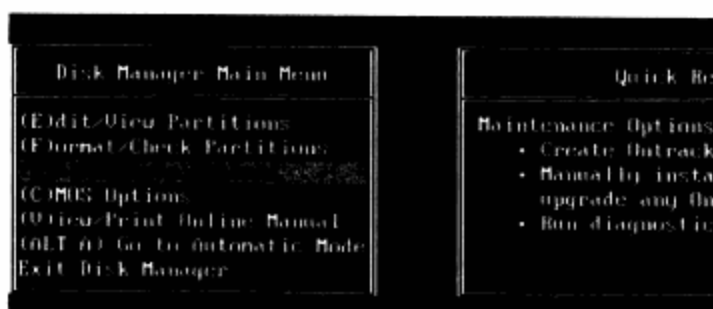

图4-70 DM主界面
**步骤 01** 电脑启动后在提示符“A:>”的后面输入命令DM/M,然后按Enter键即开始载入DM程序,打开DM的欢迎界面。按Enter键就会打开DM的主界面。如图4-70所示。